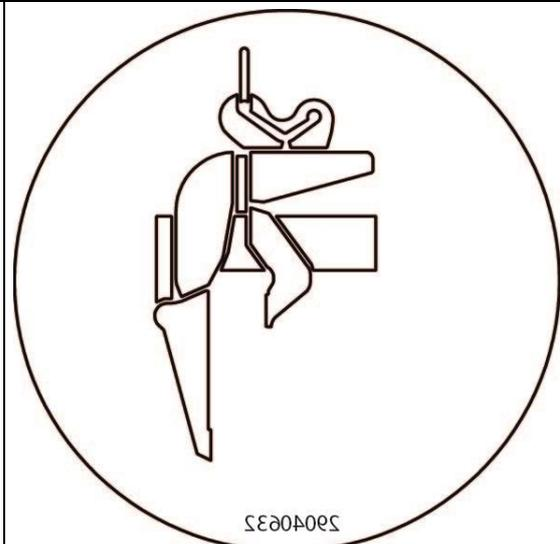

Bild B1
- Danach das geöffnete (arretierte) Gerät (WEZ) mit dem verschiebbaren Greifbacken (9) am Querholm mit Verstelllöcher (10) die kleinstmögliche Greifweite einstellen.
- Hierzu Klappstecker (A) öffnen und dann Steckbolzen (B) entnehmen und nach erfolgter Greifbereichseinstellung wieder einstecken u. mit Klappstecker (A) sichern. → **siehe Bild A**
-  • Vor dem Anheben des bloßen Gerätes (WEZ ohne Greifgut) ist darauf zu achten, dass die Wechselautomatik (4) eingerastet ist und das Gerät somit geöffnet bleibt.
WICHTIG: die Einhängeöse (1) muss sich in der *hinteren* Position (siehe Bild B1 „Leerhub“) der Aufhängelasche (2) befinden. → **Bild B/Bild B1**